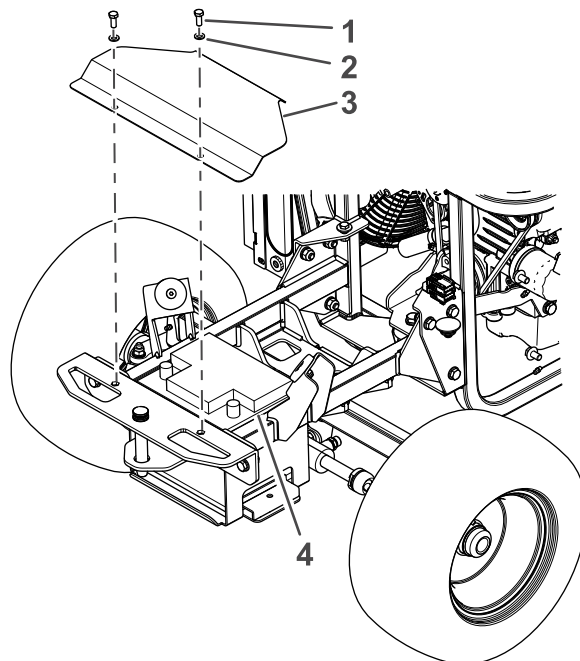

図 61
5. バッテリーカバーからボルト2本とワッシャを外す **図 61。**
6. バッテリーカバーを取り外す **図 61。**